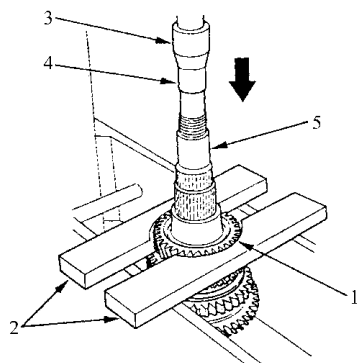

图 4-84 将副轴从 3 档齿轮中压出
6) 如图 4-84 所示, 将 3 档齿轮支撑到钢块上, 然后, 借助压力机和附件, 将副轴从 3 档齿轮中压出来。